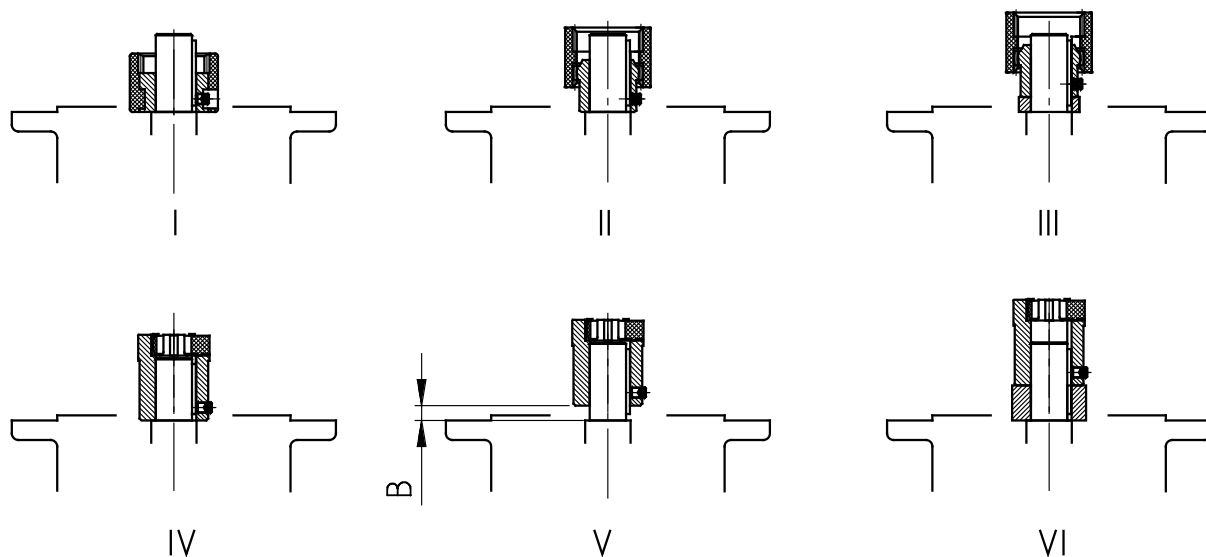

Figure 17: Montage de l'accouplement sur l'arbre du moteur pour différents types d'accouplements
3. Pousser le moyeu d'accouplement sur l'arbre du moteur conformément aux indications du fabricant du moteur, jusqu'à la butée sur l'épaulement. Pour les moteurs de taille 90, 160, 180 et 225, disposer éventuellement les bagues entretoises fournies, entre le moyeu d'accouplement et l'épaulement. Dans le cas des réducteurs à engrenages cylindriques de la gamme standard, respecter la cote B entre le moyeu d'accouplement et l'épaulement (voir "Figure 17"). Certains **adaptateurs NEMA** nécessitent un positionnement de l'accouplement conforme aux spécifications indiquées sur l'autocollant.